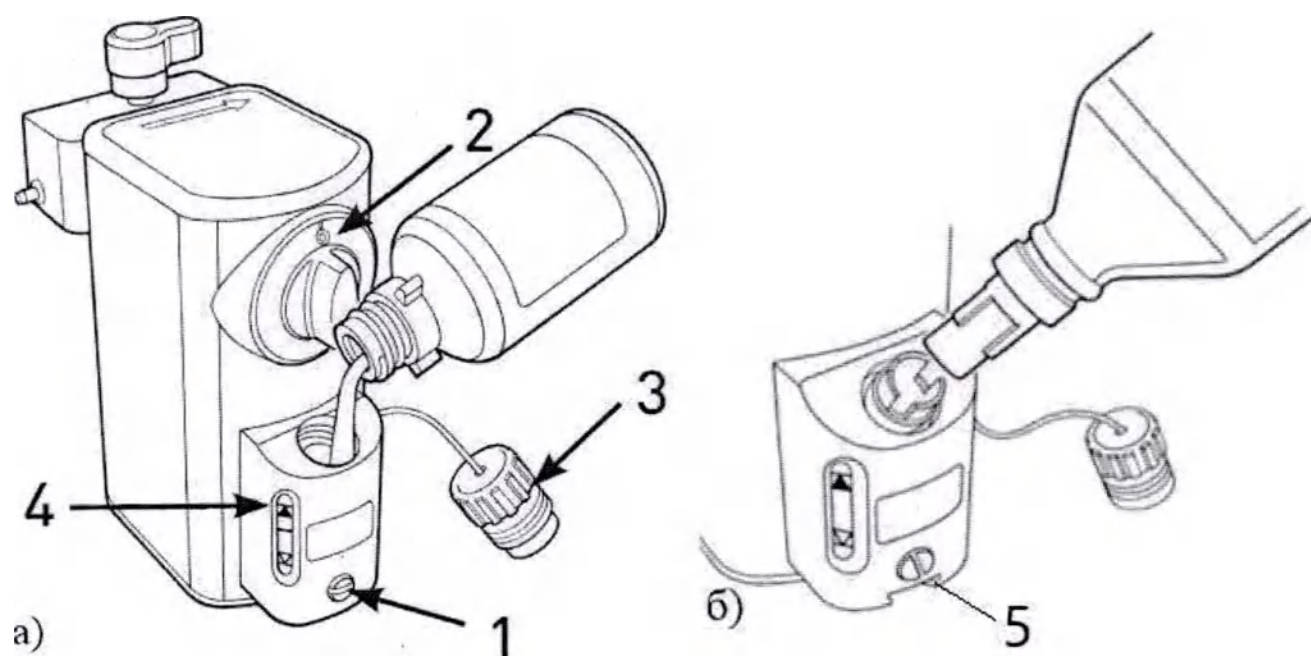

Рисунок 22 – Наполнение испарителя анестетика
- Перед наполнением испарителя убедитесь, что винт, закрывающий сливное отверстие, хорошо затянут (см. рис. 22).
3 Откройте флакон с анестетиком и аккуратно залейте анестетик в отверстие испарителя (см. рис. 22), следя за шкалой уровня анестетика. Когда уровень анестетика достигнет верхней отметки шкалы, прекратите наполнение испарителя.
- 2 Поместите флакон для соответствующего анестетика под сливное отверстие 1 (см. рис. 22) и ослабьте закрывающий его винт как минимум на три оборота.
- 3 Снимите крышку отверстия для заливки анестетика и вставьте в отверстие носик флакона с анестетиком (см. рис. 22). Поверните флакон таким образом, чтобы выступы носика флакона совпали с пазами отверстия для заливки анестетика.
3 Вставьте сливную воронку в сливной паз испарителя (см. рис. 22) до упора и открутите винт сливного отверстия. Дайте жидкости полностью стечь во флакон и хорошо закрутите винт. Извлеките воронку из сливного паза.